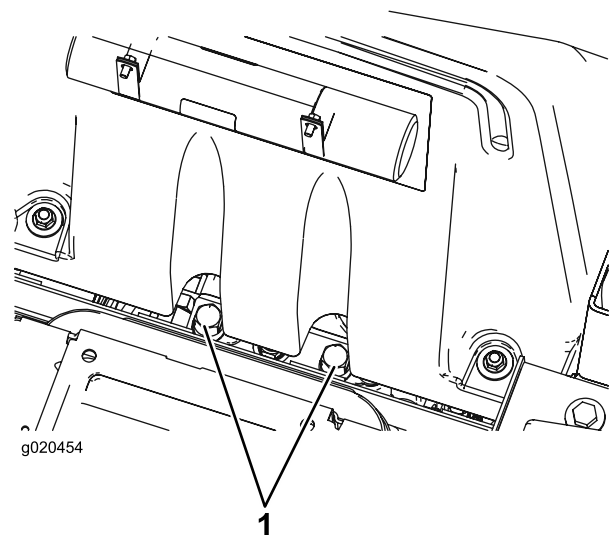

Bild 55
1. Klappen Sie den Sitz hoch und ermitteln Sie die Sicherheitsventile, die sich unter der Vorderseite des Kraftstofftanks befinden (Bild 55).